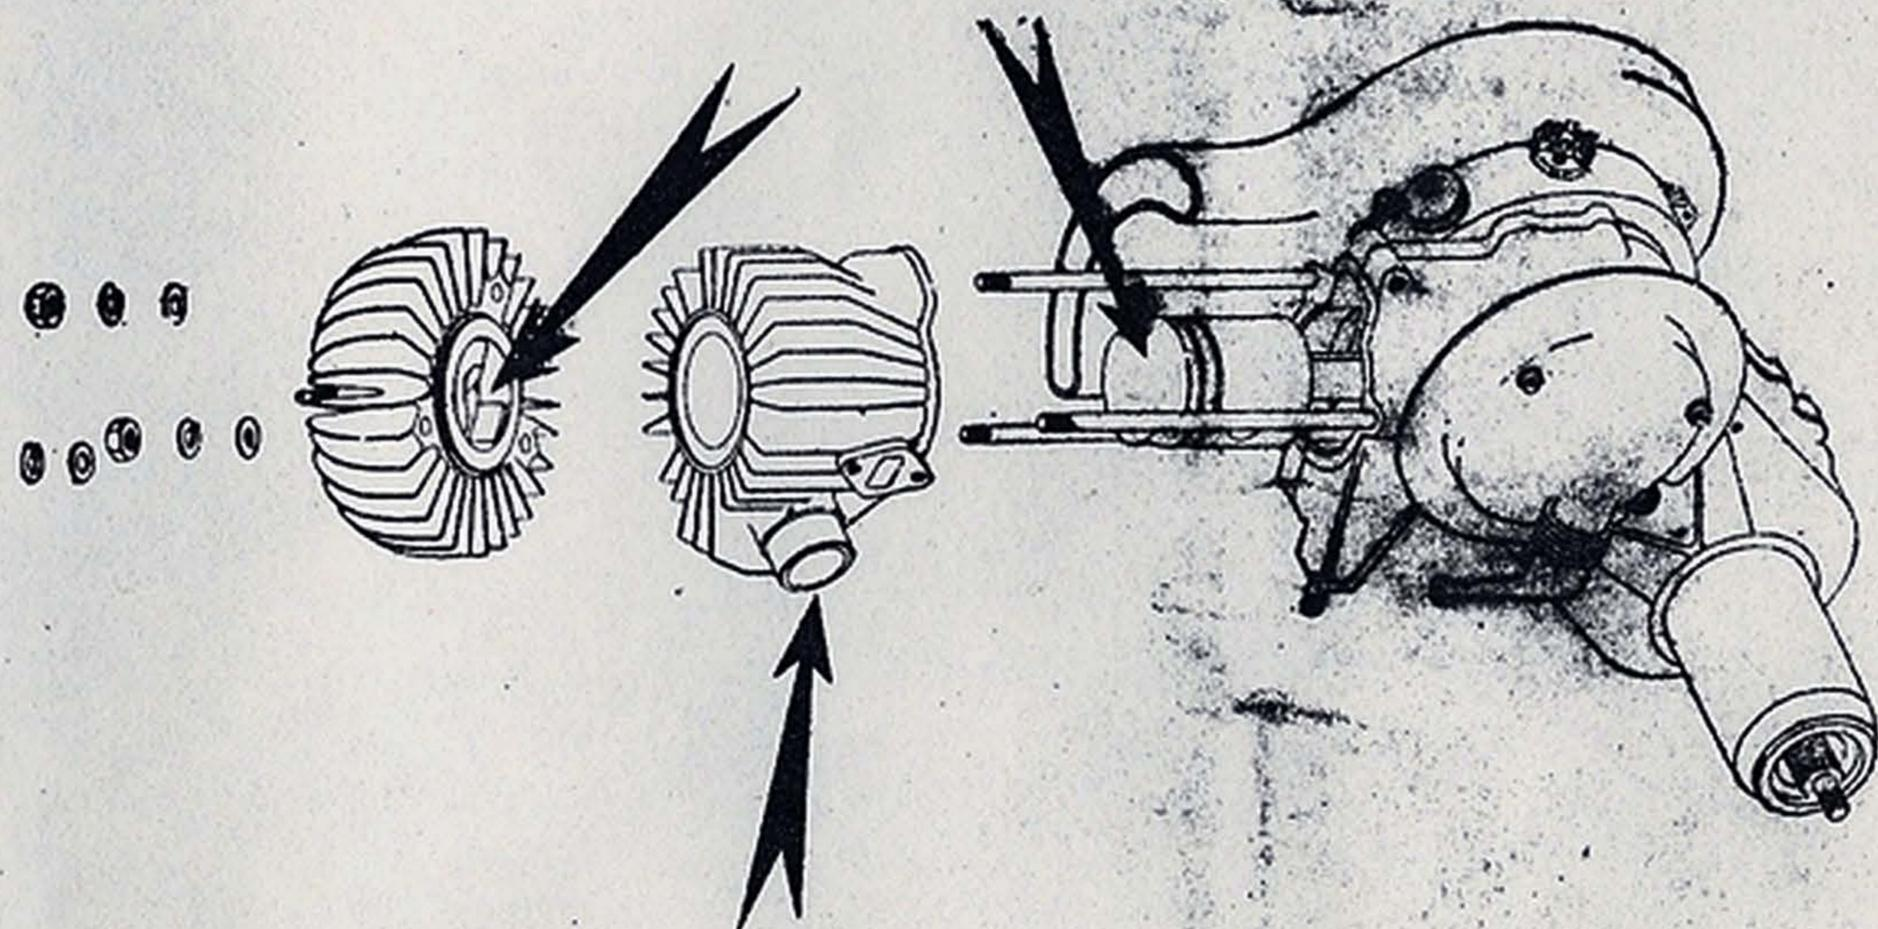

Fig. 14
**Ogni 6000 km. :** togliere le incrostazioni sulla testa, sulle luci del cilindro e sullo stantuffo. Questa operazione può farsi smontando il tubo di scarico, la testa del cilindro ed il cilindro. Fare attenzione che residui carboniosi non vadano nell'interno del motore. Questa verifica farla eseguire dall'agente di vendita. Ricordarsi di montare una guarnizione nuova fra cilindro e testa (vedi fig. 14).